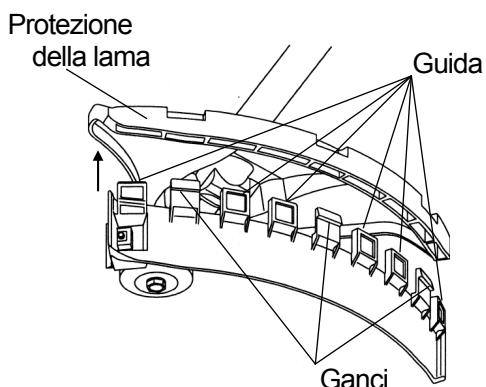

Fig. 4
3. Introdurre la guida nella fessura della protezione lama Fig. 4.